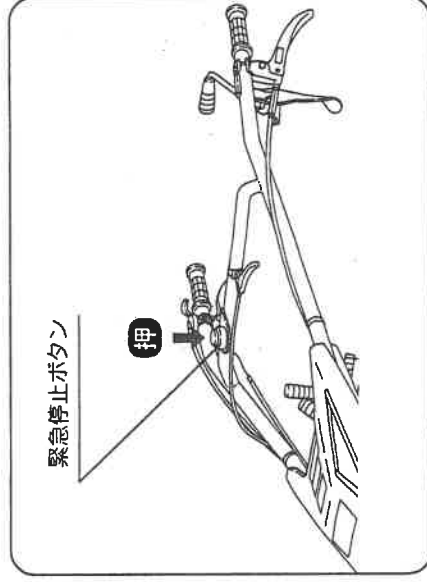

図14
④ 緊急停止ボタンを押してください。エンジンが停止します。(図14)